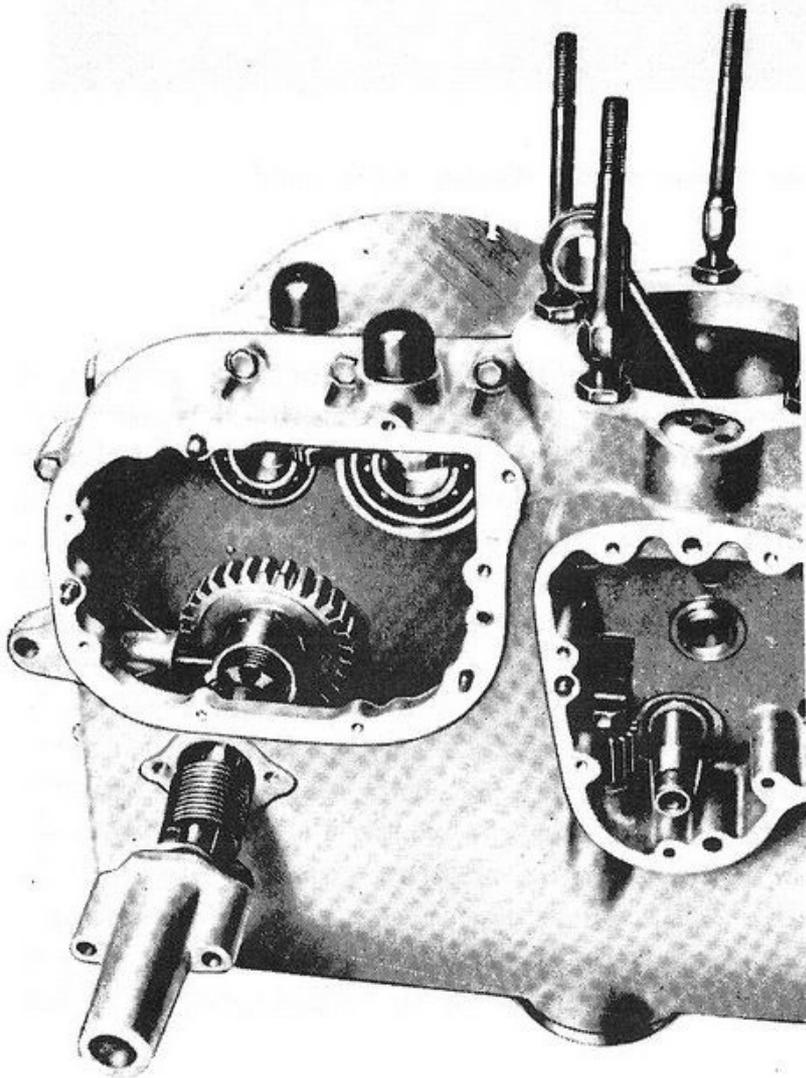

Fig. 30 - Montaggio
a) Mettere in fase il settore dentato del selettore in modo che nelle posizioni di marcia prima e quarta presenti il vuoto del dente sull'asse verticale del settore stesso; b) infilare l'albero messa in moto nell'apposito alloggiamento e montare l'innesto scorrevole con la molla, la bronzina e l'ingranaggio della messa in moto, che non deve essere forzato; c) infilare la molla ritorno pedale con l'estremità più lunga verso la bussola di supporto, montare quindi l'anello distanziale e la bussola infilando l'estremità lunga della molla prima nella nicchia e poi nel foro della bussola; d) assicurare, senza caricare la molla, l'estremità corta di questa tra due denti dell'albero; e) solo dopo fatto quanto sopra, ruotare di mezzo giro la bussola verso la destra dell'operatore per caricare la molla, **avendo sempre cura di ritrovare la spianatura della flangia dalla parte superiore e che l'innesto sia libero dall'ingranaggio** (fig. 30); f) montare il parastrappi completo, assicurandosi che vi sia la chiavetta sull'albero motore e fissarlo con il dado.